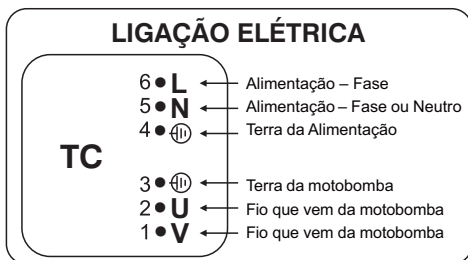

Figura 5
6.9 A instalação elétrica deve ser realizada conforme esquema de ligação da figura 5.
**IMPORTANTE:** Ligações incorretas poderão danificar o pressurizador, siga corretamente o esquema de ligação da figura 5.